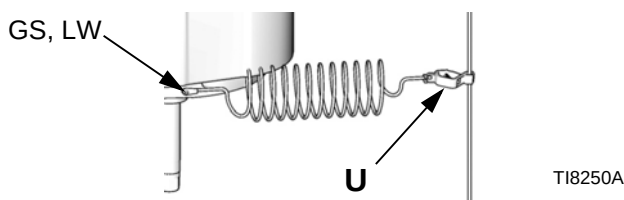

ABB. 2. Erdungsleitung
Pumpe: Mitgeliefertes Erdungskabel und Klemme verwenden. Siehe ABB. 2. Verwenden Sie die Erdungsschrauben (GS) und die Sicherheitsscheibe (LW), um das Erdungskabel (U) an der Rückseite des Lüftermotors zu befestigen. Die Schraube fest anziehen. Das andere Ende des Erdungskabels mit einem guten Erdungspunkt verbinden.